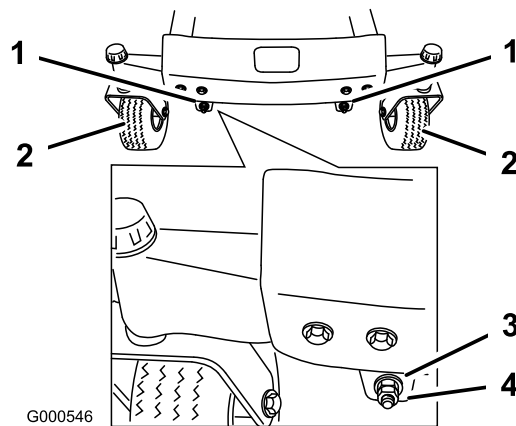

Figura 47
11. Para ajustar la inclinación longitudinal, retire las contratuercas y luego gire las tuercas de ajuste de la parte delantera del cortacésped (Figura 47).
13. Después de ajustar en la misma medida ambas tuercas de ajuste, verifique de nuevo la inclinación longitudinal. Siga ajustando las tuercas hasta que la punta de la cuchilla más avanzada esté entre 1,6–7,9 mm más baja que la punta de la cuchilla más atrasada (Figura 47).
Nota: Después de ajustar las tuercas de ajuste, asegúrese de que no hay ninguna holgura en ninguna de las varillas (Figura 48). Apriete cualquiera de ellas para eliminar la holgura, si la hubiera (Figura 47).